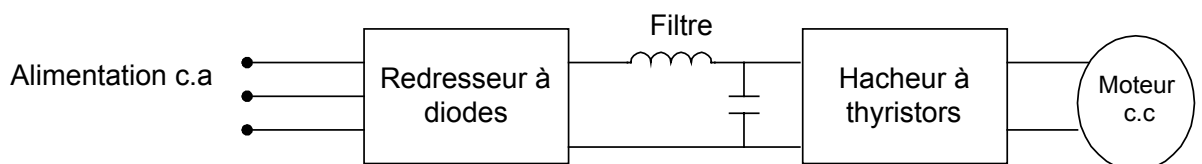

FIGURE 1-2 REDRESSEUR ET HACHEUR DE COURANT
- de **redresseurs** à diodes suivis de **hacheurs** à thyristor (Figure 1-2);